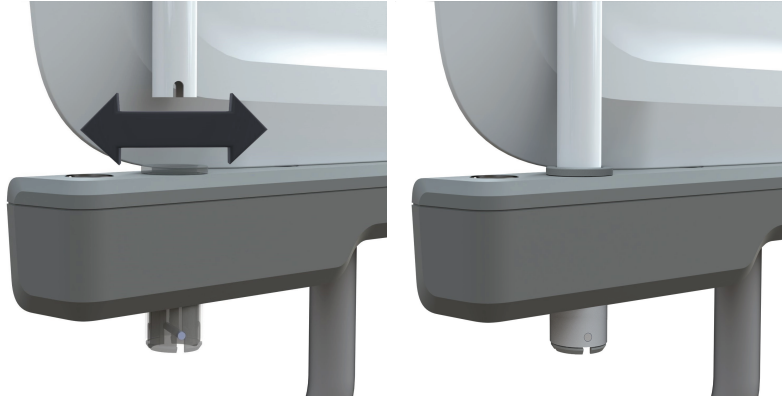

Figura 34 – Fijación o retirada de la barra elevadora
1. Centre, alinee e inserte la barra elevadora en uno de los dos manguitos para accesorios (Figura 34).